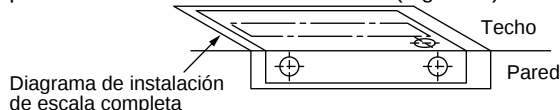

Fig. 3-37
- (1) Coloque el diagrama de escala completa (suministrado) en el techo en el punto en el que desee instalar la unidad interior. Utilice un lápiz para marcar los orificios de taladrado. (Fig. 3-37).